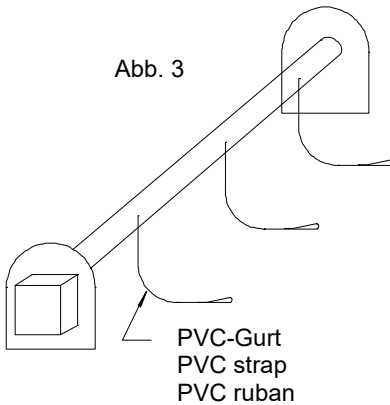

Abb. 6
5. Lamellen gemäß Abb. 5 verbinden und gemäß Abb. 6 demontieren.
Lamellen gemäß Abb. 5 verbinden und gemäß Abb. 6 demontieren.